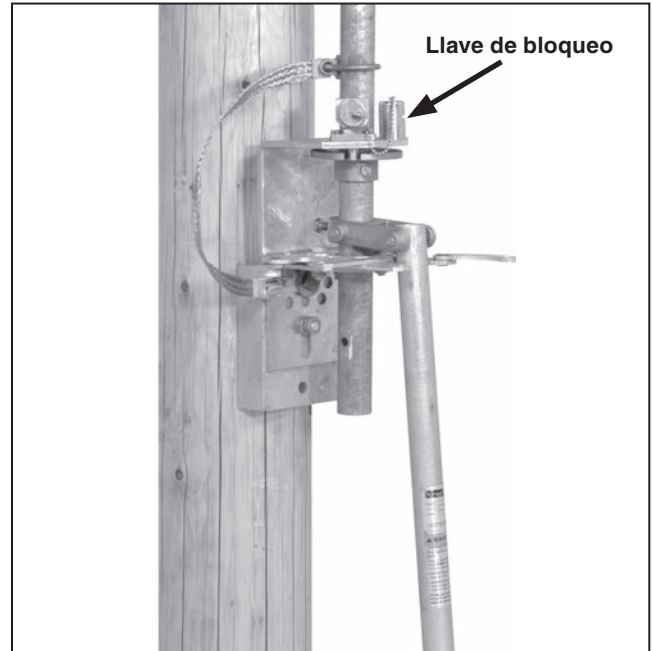

Figura 44. Desenganche del perno de la llave de interbloqueo.
- (b) Si el ensamble de la palanca de operación fue surtida con interbloqueo de llave, desenganche el perno de interbloqueo. Vea la Figura 44.